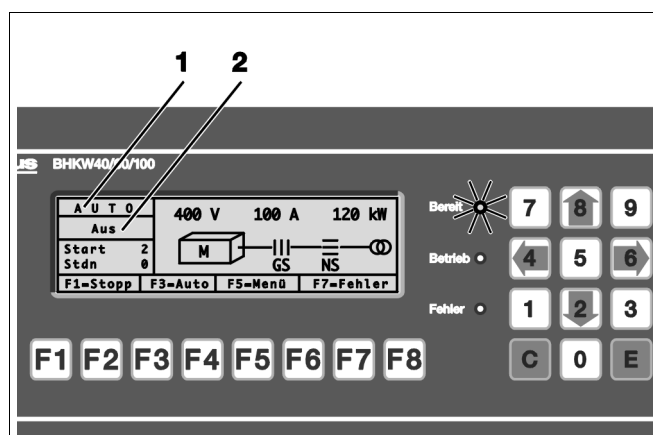

Fig.2 Immagine base per il controllo dell'esercizio automatico
- Indicazione a display del modo di esercizio: «AUTO» (fig. 2, **pos. 1**).
- è acceso il LED verde „Pronto“, cioè non c'è nessuna richiesta esterna (indicazione «Off») ed il modulo (motore) non lavora (fig. 2, **pos. 2**), oppure:
- Premere il tasto di funzione F3: l'indicazione del modo d'esercizio (fig. 2, **pos. 1**) cambia da «OFF» oppure «MAN» ad «AUTO».